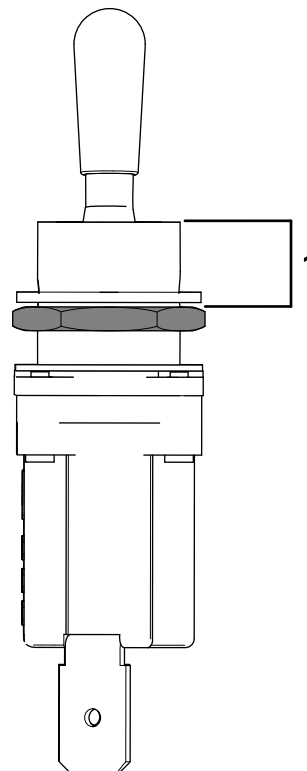

Рисунок 8
7. Заверните нижнюю шестигранную гайку так, чтобы ее расстояние от верхней части резьбовой поверхности перекидного переключателя было равно 7,9 мм, как показано на Рисунок 8.